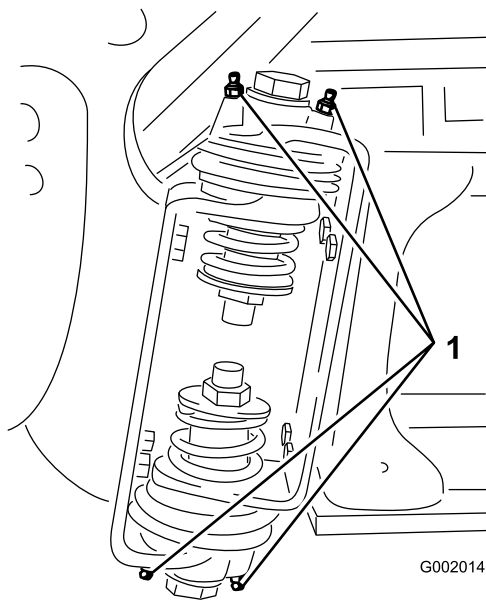

Bild 81
2. Pressen Sie Fett in die Lager oder Büchsen jedes Anschlussstückes **Bild 81**.